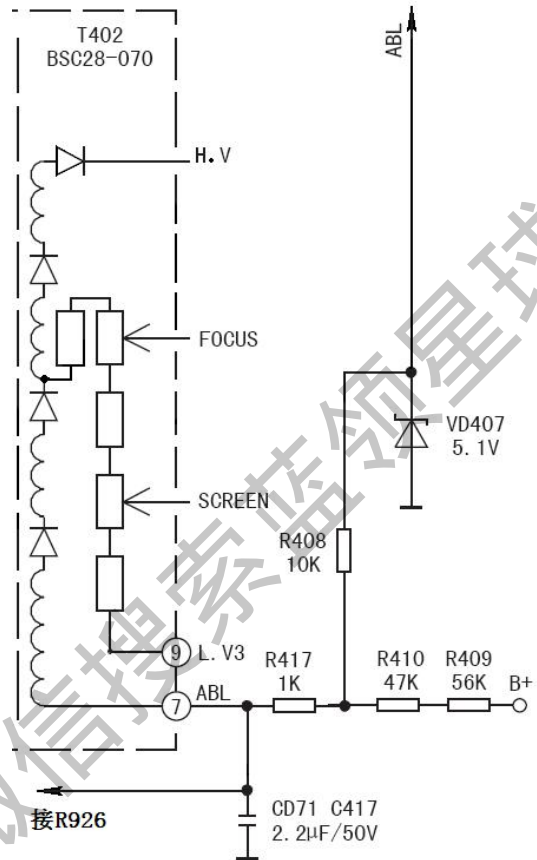

图 5.8 ABL 电路
在 N103 的⑩脚设有 ABL 电路，如图 5.8 所示，CRT 管的第二阳极电流  $I_a$  由行输出变压器 T402 高压整流电路正端（高压帽）输出，经过 CRT 阴极、视放管集电极-发射极→地→C417→T402⑦脚形成回路，在 +B 与 R409、R410 和 R417 分压形成取样电压。当屏幕亮度正常时，取样点电压高于 N103 ⑩脚的阈值电压，ABL 电路不动作，当屏幕亮度过亮，束电流  $I_a$  迅速增大，取样点电压下降，N103⑩脚电压也下降，当该脚电压低于阈值电压（可由 I2C 总线设定）时，ABL 电路起控，屏幕亮度下降，使显像管的束电流限制在安全工作范围内。而当电路发生故障而使亮度失控时，T402⑦脚电位大幅下跌，保护电路动作，使电视机处于待机状态。